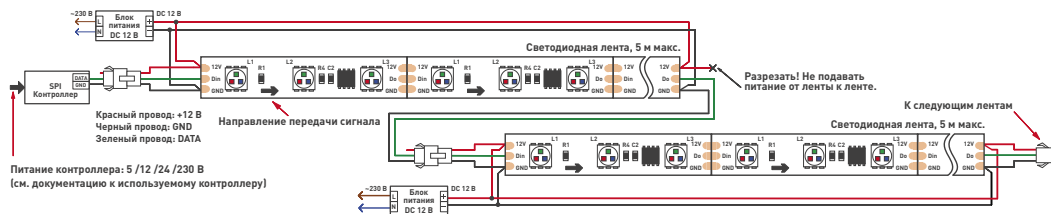
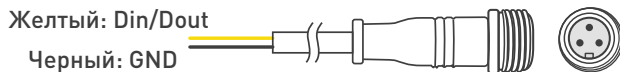

Рис. 1. Схема подключения ленты SPI 2-5000 и SPI 2-5000SE.
Рис. 4. Кабели питания и управления
- Подключите ленту по схеме Рис. 1 или Рис. 2, в соответствии с типом ленты, соблюдая полярность и маркировку проводов. При подключении лент и соединении отрезков учитывайте направление передачи цифрового сигнала, указанное стрелкой на ленте. Вход сигнала управления имеет обозначение «Din», выход - «Dout». Для подключения используйте коннекторы из комплекта поставки. Руководствуйтесь маркировкой, нанесенной на ленту (см. таблицу), маркировкой на контроллере и информацией, приведенной на Рис. 3 и Рис. 4.
- Подключите ленту согласно используемой схеме (Рис. 1 или Рис. 2), соблюдая полярность.